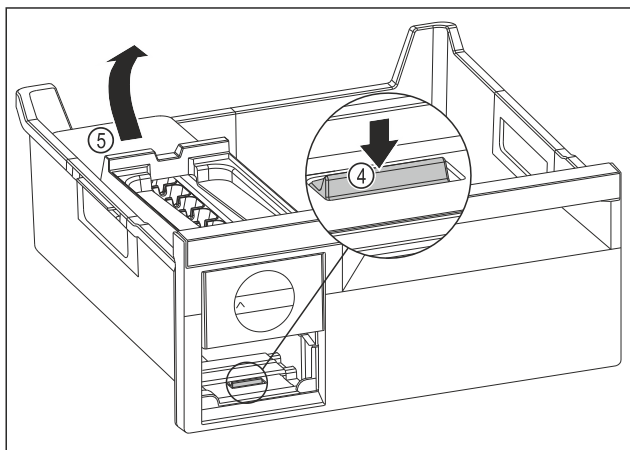

Fig. 171
- Вийняти корпус EasyTwist-Ice: натиснути накладку Fig. 171 (4) пальцем вниз і одночасно підняти корпус EasyTwist-Ice Fig. 171 (5) ззаду іншою рукою.